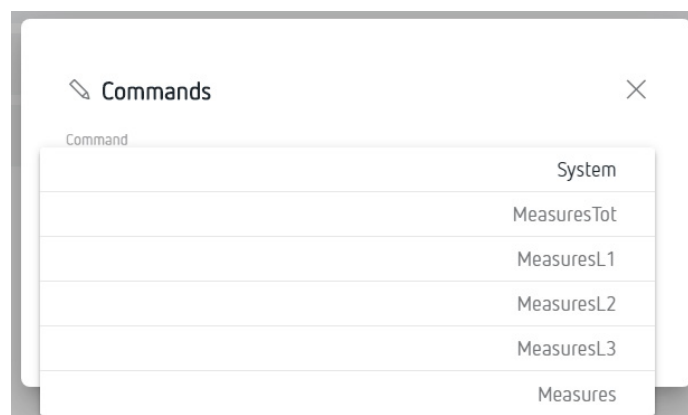

Figure 27: Écran Device: Commands.
- ✓ Tester la communication avec un équipement. . Cliquer sur le bouton fait apparaître l'écran de la **Figure 27**, où la demande d'une position mémoire de l'équipe est sélectionnée et envoyée, pour vérifier la communication.